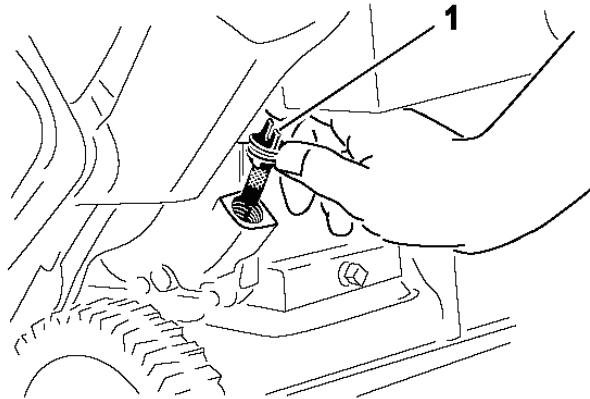

Рисунок 10
2. Очистите поверхность вокруг крышки масляного бака (рис. 10)